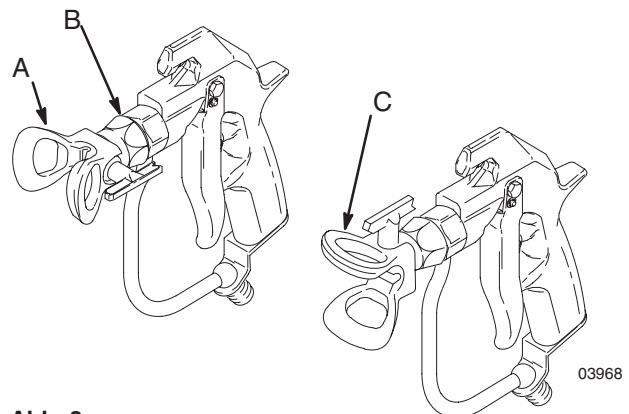

Abb. 3
1. Zu Richtungsänderung des Spritzbildes den Druck entlasten. Die Befestigungsmutter des Düsenschutzes (B) lockern. Den Düsenschutz/die Düsennut für ein horizontales Spritzbild horizontal (C) und für ein vertikales Spritzbild vertikal (A) stellen. Die Mutter festziehen. Siehe Abb. 3.